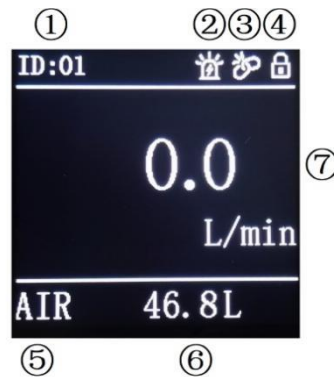

图 7. 屏幕图标介绍
①是 485-通讯地址；②是报警开关状态；③是 485 通信状态；
④是锁屏图标；⑤是流体类型；⑥是累计流量；⑦是瞬时流量。
锁屏图标（图7中④）亮时，长按设定键5秒解锁进入菜单页面，按上下键选择要设置的参数。如30秒内无操作，系统进入锁屏状态。报警开关状态图标（图7中②）亮时表示开启报警功能，无图标时表示关闭报警。菜单页面有4级，每一级的功能介绍如表9所示。